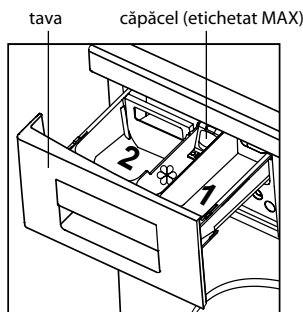
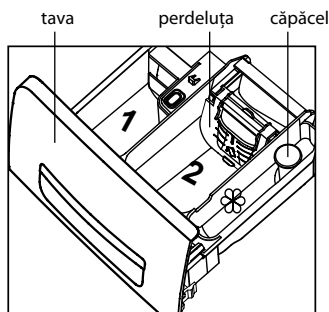
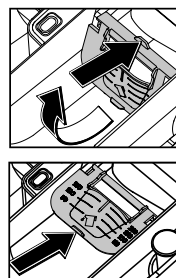

Figura 14
Figura 15
Figura 16
6.2.6 Înainte de a utiliza detergenti sub formă de pulbere în tava așa cum se arată în Figura 15, trebuie să deschideți declanșatorul așa cum se arată în Figura 16: apăsați pe fila pe ea și transferați-o în poziție orizontală, apoi împingeți pana la capat în direcția indicată de săgeată.
6.2.7 Când alegeți funcțiile suplimentare , , se recomandă să utilizați numai detergenți praf, care sunt plasate în împărțiturile 1 și 2, în conformitate cu Figura 14, 15.
În mașina cu o tavă așa cum se arată în Figura 15, înainte de a utiliza detergentul lichid este necesar a transfera declanșatorul în poziție verticală: împingeți-l spre sine pana se oprește și lasați.
6.2.9 Supradozajul substanților de tratament special în împărțitura  (mai sus de MAX marcat pe capac așa cum se arată în Figura 14 sau eticheta de pe partea laterală a împărțiturii, în conformitate cu Figura 15), precum și intrarea lor în împărțitura vecină reduce calitatea de spălare.